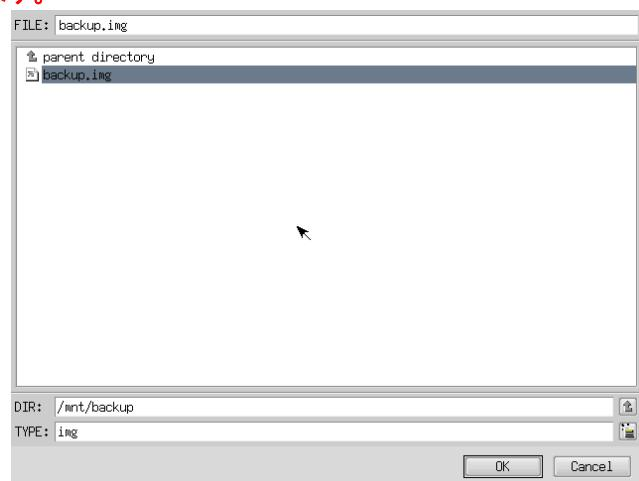

図 5-2-5. ファイル参照画面
- ⑧ ファイル参照画面（図 5-2-5）が表示されます。接続したバックアップ USB のパーティションは、/mnt にマウントされていますので、/mnt 以下から目的のファイルを探してください。[OK] を押すとファイル選択画面にもどります。
- ⑨ ファイル参照画面（図 5-2-5）で指定したバックアップファイルが入力されていることを確認します。[次へ] ボタンを押します。